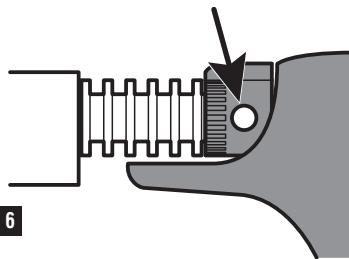

FIG. 6
- a. Ouvrez le bouton de contrôle de l'air en l'alignant comme illustré à la Figure 6.